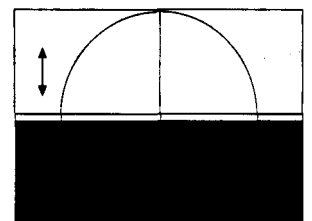

Fig. 1
- b) Régler la ligne central horizontal de manière à coïncider avec la ligne supérieure de la surface noire (fig. 1).